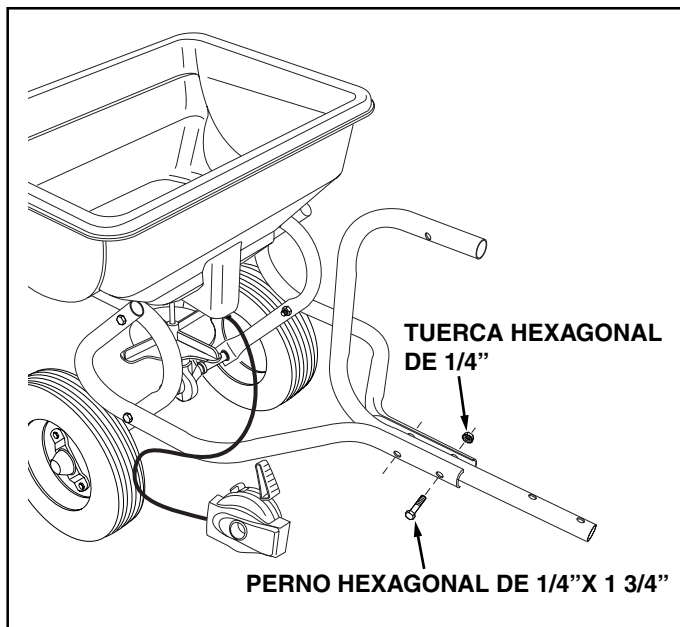

FIGURA 2
3. Coloque el Tubo de Control de Enganche entre los Tubos de Enganche, usando dos pernos hexagonales de 1/4" x 1-3/4" y dos tuercas hexagonales de 1/4". **Apriete todos los pernos y las tuercas.** Vea la Figura 2.